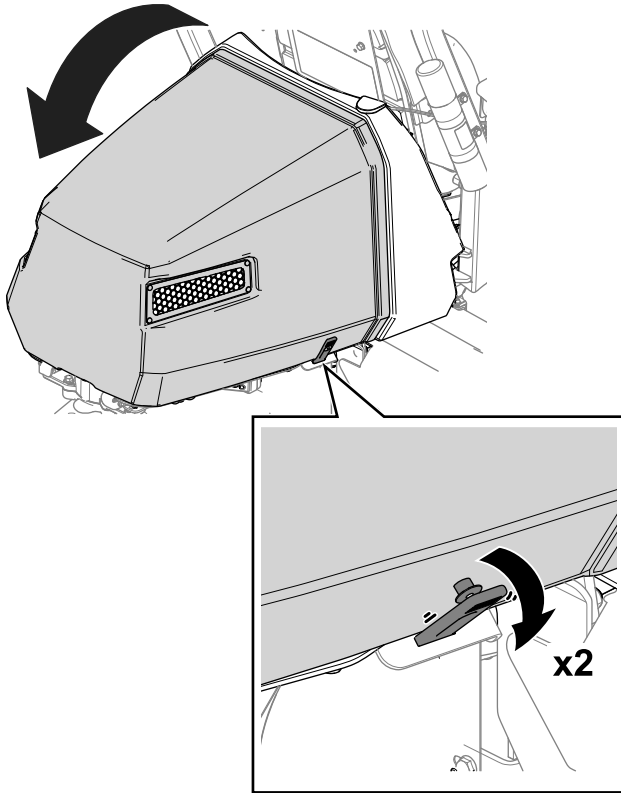

Figure 38
1. Détachez les attaches de chaque côté du capot (Figure 38).
2. Ouvrez le capot (Figure 38).